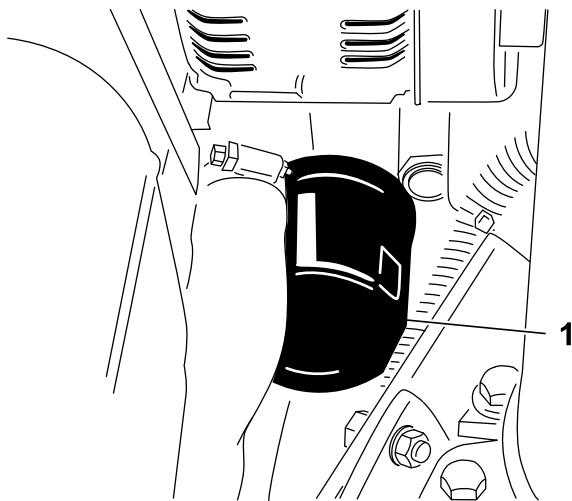

Bild 59
2. Entfernen Sie den Ölfilter (Bild 59).